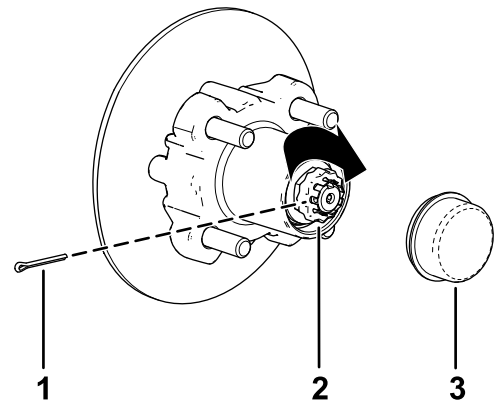

图 37
8. 将卡环安装到螺母上检查卡环内的槽与主轴上开口销孔的对齐情况图 37。
9. 安装开口销并扳弯卡环周边的各个腿图 37。
10. 将防尘盖安装到轮毂上图 37。